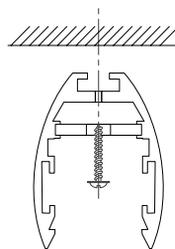

Рис. 2. Установка шинпровода на поверхность
- 3.1. Закрепите шинопровод на поверхности винтами из комплекта поставки (рис. 2). Для этого в шинопроводе имеются отверстия.